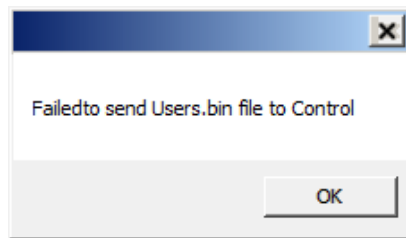

Figura 3-8 Pantalla de confirmación de falla de envío de archivo users.bin al control
5. Si IPScom devuelve una pantalla de confirmación "No se pudo enviar el archivo Users.bin al Control" (Figura 3-8), a continuación seleccione **OK** y repita los Pasos 2 a 4.